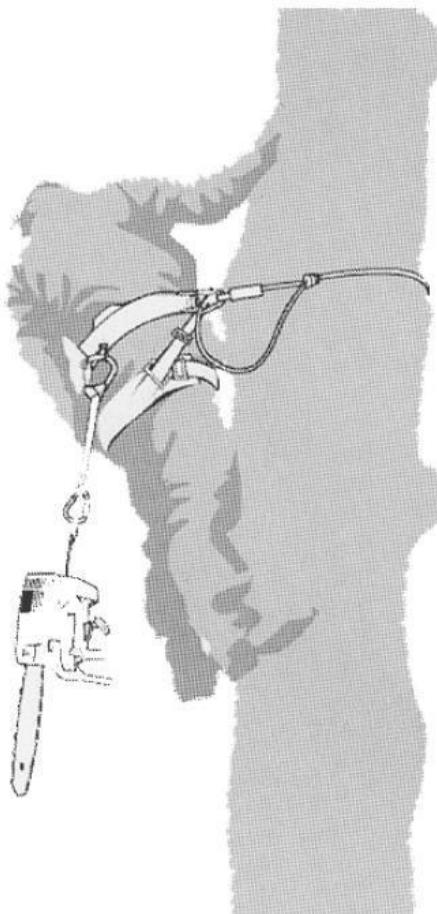

Figura A.2 -- Ejemplo de cómo enganchar una motosierra para podar árboles a la correa de transporte del usuario.
La motosierra sólo debe fijarse al dispositivo de suspensión recomendado (18) en el montante. Estos pueden estar en el centro (delante o detrás) o en los laterales. Siempre que sea posible, la motosierra debe fijarse en el centro posterior del montante para mantenerla alejada de las cuerdas de escalada y para soportar el peso en el centro, por debajo de la columna vertebral del usuario. **Véase la figura A.2.**